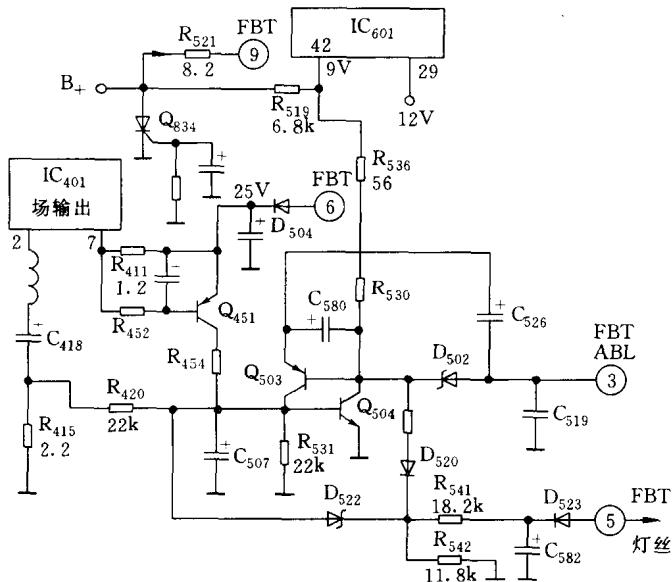
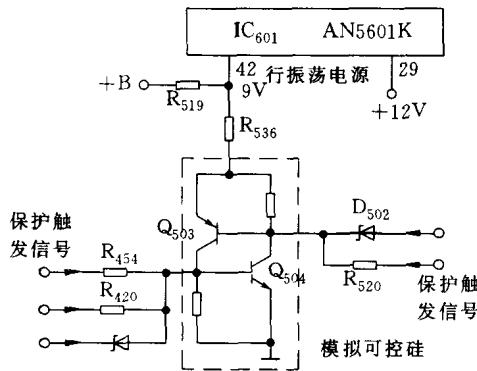

图 1-1-3 松下 TC2186 彩电保护电路(一)
图 1-1-4 松下 TC2186 彩电保护电路(二)
〔分析与检查〕 首先检查 B_+ 电压, 如果 B_+ 电压低于正常值, 可能是 B_+ 负载有短路或漏电现象, 例如: B_+ 过压保护可控硅 Q_{834} 故障, 行输出管、阻尼二极管漏电, FBT 级间短路等; 可断开负载再试, 如果 B_+ 恢复正常, 故障大多不在电源电路。如果 B_+ 电压正常, 可进一步判断保护电路是否动作。关键检查点是 $IC_{601}(4)$ 脚行振荡电源端, 此脚电压正常值在9V左右, 如果 (4) 脚电压在1V左右, 说明保护电路动作。为了确定此保护电路动作是由哪一部分引起的, 可逐一断开保护电路触发点(参见图 1-1-3、图 1-1-4), 瞬间开机, 如果断开某一路后保护电路不